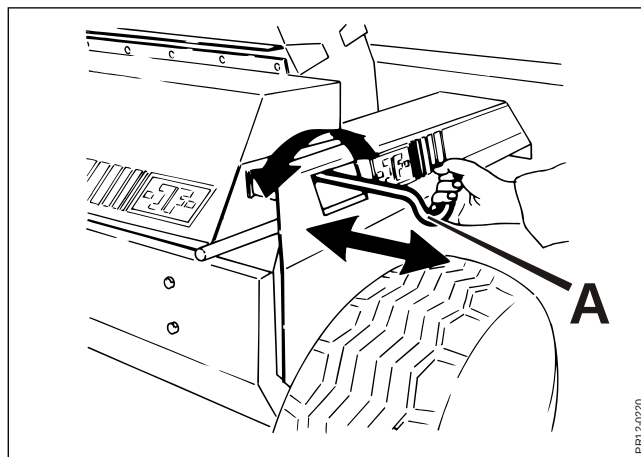

Fig. 4-15
- Fig. 4-15** 3. Slibestenen indstilles, så den står 2-3 mm fra knivene, ved at dreje håndtag A.